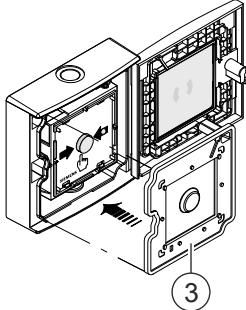

Fig. 3
1. Place the additional seal (Fig. 3, optional) over the switching unit (protection category IP65).
1. Zusätzliche Dichtung (Fig. 3, Option) über Schaltungseinsatz einlegen (Schutzart IP65).